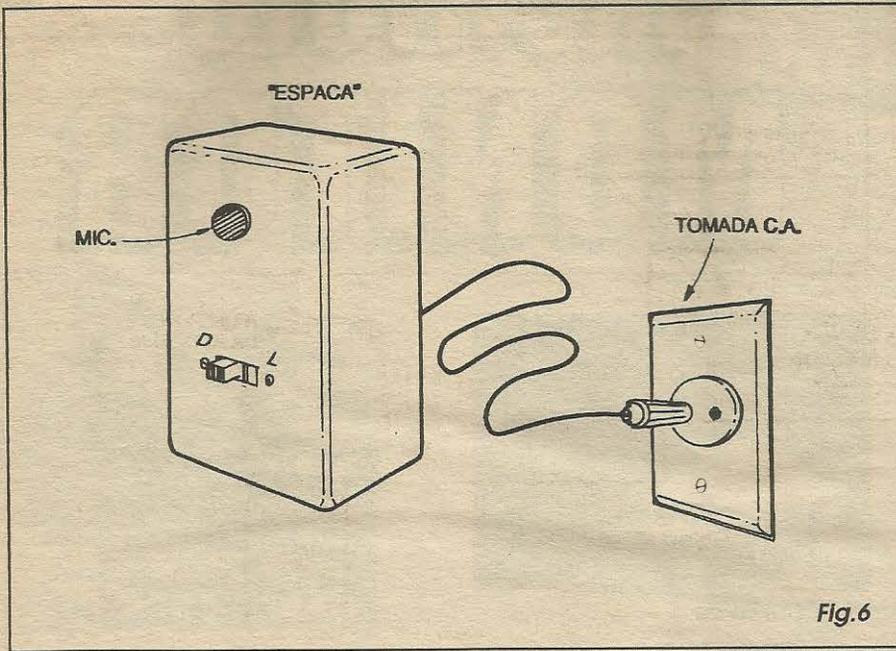

Fig.6
**- FIG. 6 - ACABAMENTO E UTILIZAÇÃO BÁSICA DO ESPACA...** - É possível *agasalhar* o circuito numa caixinha elegante e funcional, conforme sugere a figura... Entretanto, é bom não esquecer que podemos enfiar a plaquinha dentro de um outro aparelho ou objeto que normalmente fique no ambiente a ser monitorado... Algumas opções lógicas são: dentro de um *abajur*, dentro de uma caixa acústica, no interior de um armário ou atrás de uma estante, desde que (e isso é requisito importante...) exista uma tomada de C.A. próxima para ligação do plugue de saída dos sinais do ESPACA... Com um mínimo de raciocínio dá pra perceber que fica fácil *camuflar* a instalação/ligação, no caso do *esconderijo* do dispositivo já ser algo que normalmente *deve* ficar ligado a uma tomada (como é o caso de um *abajur*, por exemplo...), quando então poderá ser *aproveitada* a conexão normal do dito aparelho à C.A. para também conduzir os sinais do ESPACA... Se a placa ficar escondida, com o microfone, dentro de uma caixa acústica, é bom não esquecer que quando o dito somatório estiver sendo efetivamente usado para reproduzir música, ficará praticamente impossível captar com clareza qualquer outro som ambiente, o